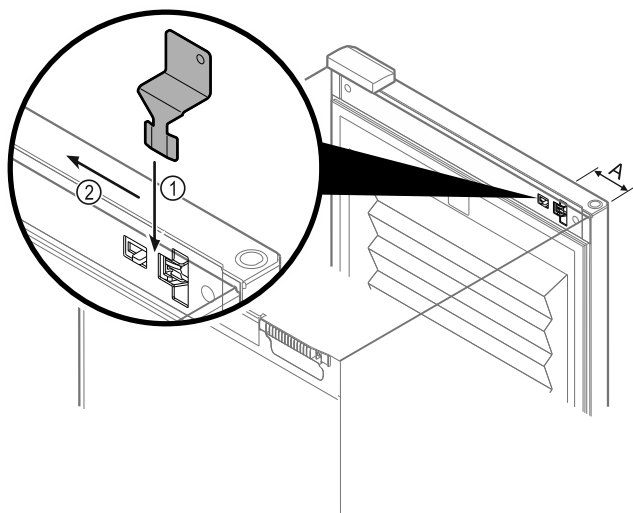

Fig. 106
- ▶ Postavite ključ za sigurnosno deblokiranje na odgovarajuće mjesto Fig. 106 (A) \approx 100 mm.
- ▶ Utaknite ključ za sigurnosno deblokiranje između vrata i trupa uređaja odozgo do graničnika Fig. 106 (1).
- ▶ Povucite ključ za sigurnosno deblokiranje u smjeru strane sa šarkama Fig. 106 (2).